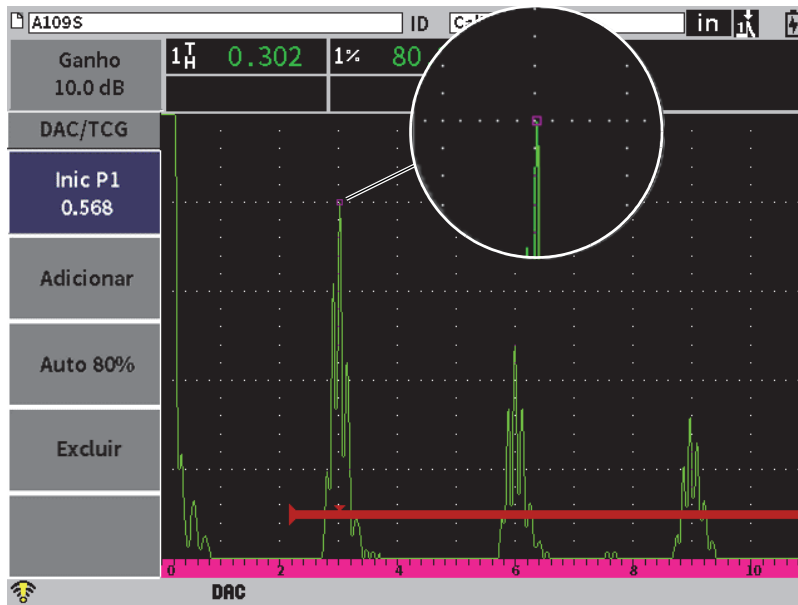

Figura 11-4 Primeiro ponto DAC
2. Pressione a tecla Enter para marcar **Adicionar** e, em seguida, pressione a tecla Enter para adicionar o primeiro ponto (veja Figura 11-4 na página 182).